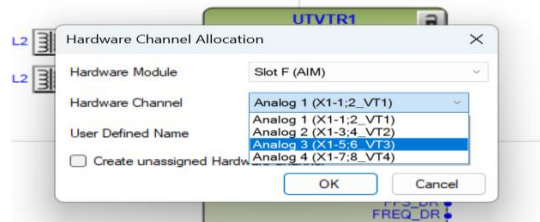
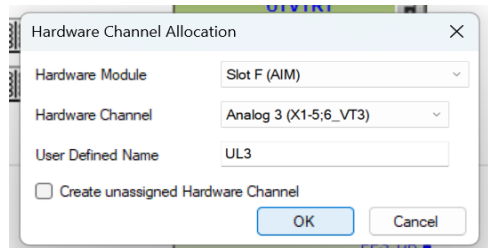

Imagen 51_Selección de canal para la entrada UL3 del bloque UTVTR1.
Imagen 52_Configuración final de variable para la entrada UL3 del bloque UTVTR1.
2.1.11 Por último, observando la **imagen 51** y la **Imagen 52**, haremos las mismas modificaciones para la entrada “UL3” asignando el nombre de “UL3” y el canal “Analog 3(X1-5;6_VT3)”.